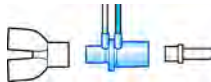

Figura 5-7. Instalación del sensor de flujo neonatal
1. Para todos los modos excepto nCPAP-PS, inserte un sensor de flujo entre la pieza en Y del circuito respiratorio y la conexión al paciente (figura 5-7).